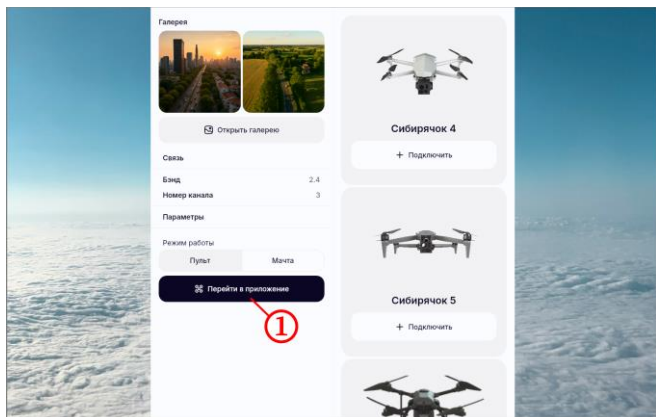

Рисунок 68
- на стартовом экране нажать на кнопку «Перейти в приложение» (рисунок 68, шаг 1);